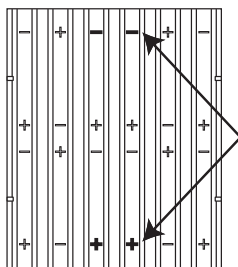

Figura 18. Polaridad
2. Cambie las (12) baterías AA de 1,5 V. Colóquelas de acuerdo con la polaridad (Figura 18).